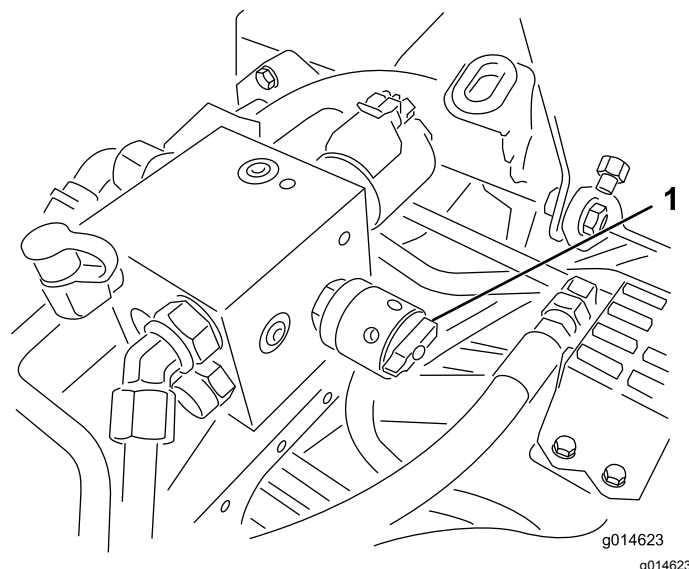

Figura 51
6. Girate il comando di velocità dei cilindri in posizione 1 (Figura 51).
4. Regolate la velocità dei cilindri ruotando la manopola (Figura 51) fino a quando le frecce degli indicatori non sono allineate con il numero determinato al passaggio 3.